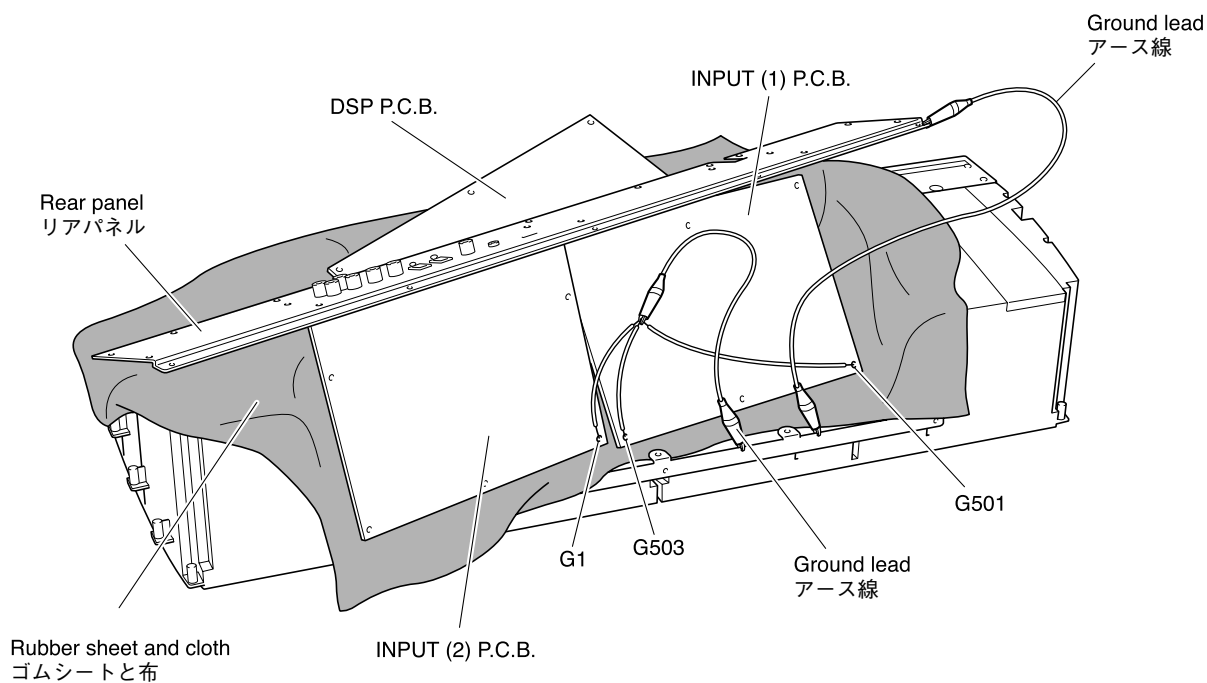

Fig. 7
- * Put the rubber sheet and cloth over this unit. Then place the P.C.B.s upside down on the cloth and check it. (Fig. 7)
- When these P.C.B.s are removed from the chassis, connect the ground point to the chassis, using a ground lead wire or such. (Fig. 7)
- ・本機の上にゴムシートと布を敷き、その上にP.C.B.を裏返しに置いてチェックします。(Fig. 7)
- ・本機ではP.C.B.のアースがパネルまたはシャーシに接続されています。P.C.B.をパネルまたはシャーシより取り外した場合、リード線等でアースポイントをシャーシに接続してください。(Fig. 7)